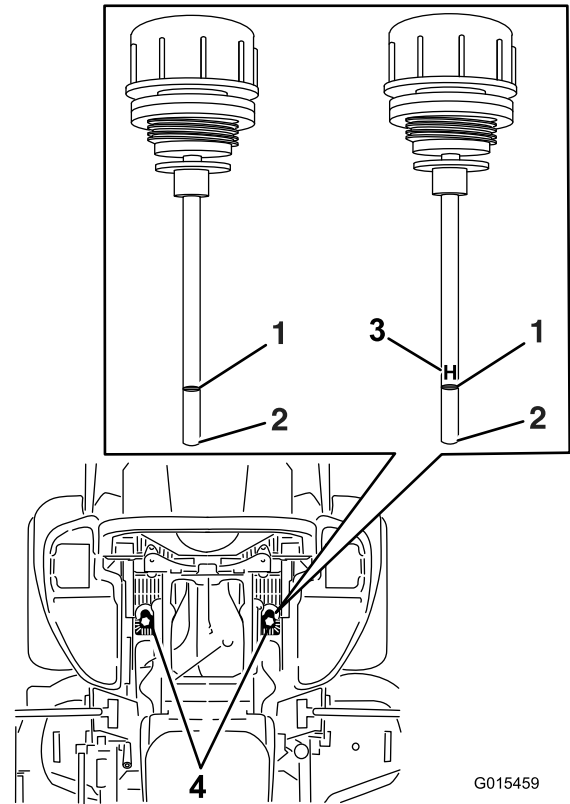

Figure 84
6. Nettoyez la surface autour des jauges des réservoirs du système hydraulique (Figure 84).
7. Sortez une jauge du réservoir hydraulique (Figure 84).
9. Ressortez la jauge et examinez son extrémité (Figure 84).
**Remarque:** Si le niveau d'huile est au repère minimum, versez lentement la quantité d'huile qui convient dans le réservoir hydraulique pour faire monter le niveau jusqu'au repère maximum (H).